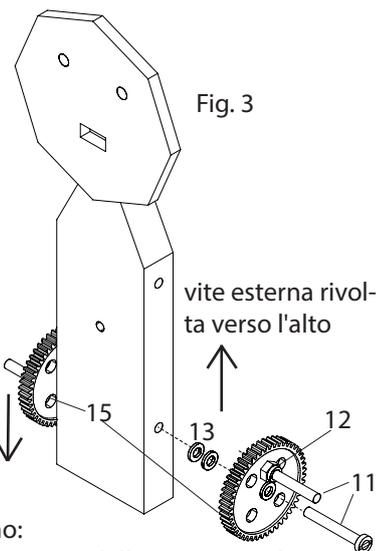

Fig. 3
5. Avvitare quindi le due ruote dentate (15) come mostra la figura con rispettivamente una vite (11) da davanti e con 2 rondelle (13) negli appositi fori del corpo (basso) (vedi fig. 3). Stringere la vite in modo che la ruota dentata si possa girare liberamente.